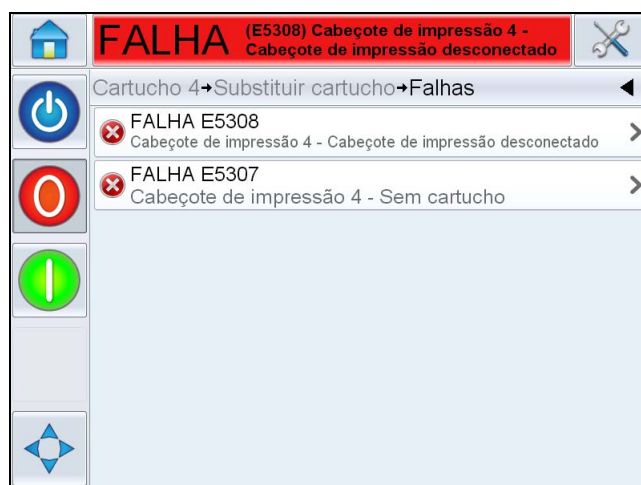

Figura 8-2: Seleção de Falhas
- 1 Toque a mensagem vermelha FALHA para visualizar a lista de falhas (consulte Figura 8-2 na página 8-3).